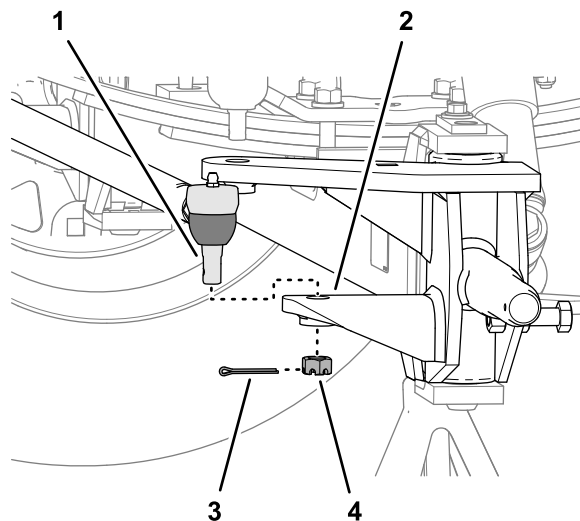

Figure 6
3. Retirez la goupille fendue qui fixe l'écrou crénelé à l'embout de biellette de la barre de direction, et retirez l'écrou crénelé (Figure 6).
4. Séparez l'embout de biellette de la barre de direction du bras de biellette sur la fusée gauche (Figure 6).